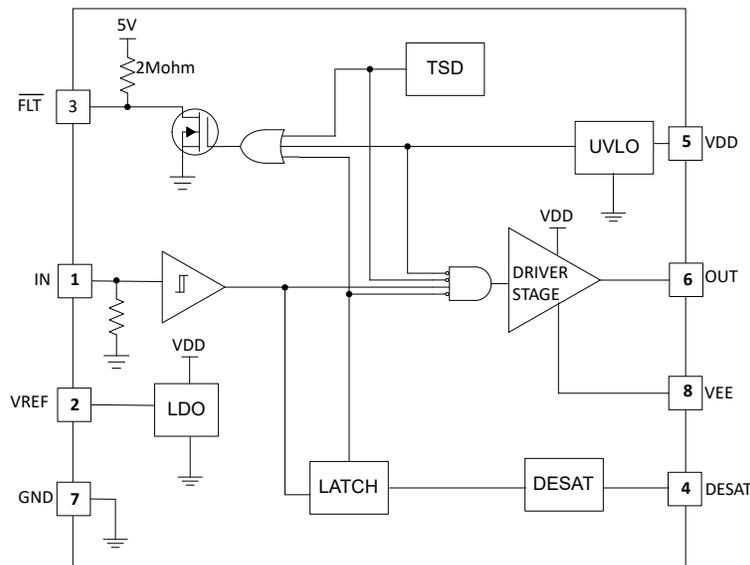

图 1. 以下为 UCC5710xB、UCC5710xB-Q1、UCC57102Z、UCC57102Z-Q1 的功能方框图
德州仪器 (TI) UCC5710x 器件上的电压基准是可产生 5V 稳压电压并输出高达 20mA 的电流的 LDO。图 1 是 UCC5710x 器件的内部方框图，其中显示了引脚 2 上的电压基准。